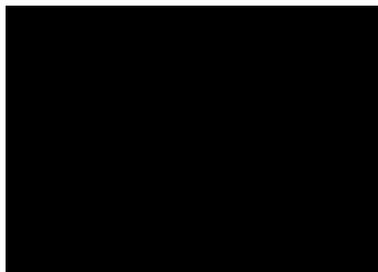

图 5-55 练习题 7 图
5. 在多层 PCB 布局设计过程中, 为防止内层在压合时, 由于内层较大空旷区域未铺铜或铺铜不足导致的预浸渍材料 (PP) 流向无铜区过多, 进而引发基材偏薄、板弯板翘、铜皮起皱、缺胶或白斑、分层等质量问题, 下列哪一图示的铺铜方式最优? ( )
7. PCB 有实心铺铜和网格铺铜两种常见铺铜方式，如果采用网格铺铜方式，网格线宽、线距参数越大越好，如果参数太小，生产环节容易出现干膜脱落现象，脱落的干膜碎片将影响产品品质。嘉立创建议工程师在设计条件允许的情况下，优先使用实心铺铜，如果采用网格铺铜方式（见图 5-55），网格线宽、线距应不小于以下哪个参数？（ ）